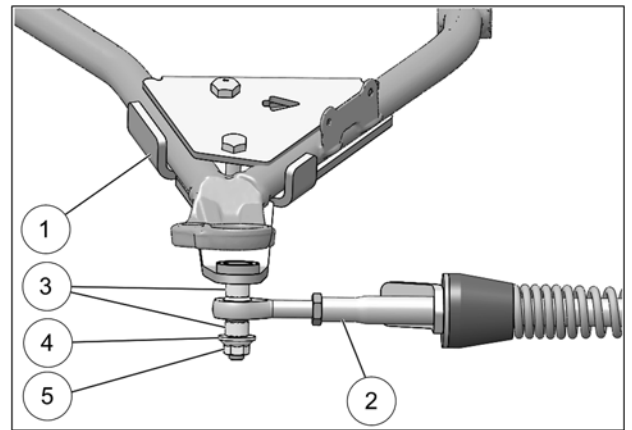

Fig. 19
9. Fixer le bras stabilisateur (2) au boulon déjà installé sur l'ancrage de suspension (1) à l'aide des deux espaceurs (3), de la rondelle (4) et de l'écrou autobloquant (5). Serrer à un couple de 70 Nm [52 lb•pi]. Voir la Fig. 19